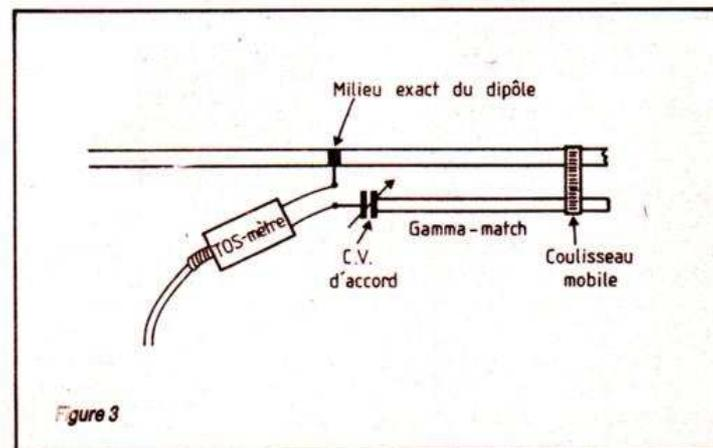

Figure 3
c) L'inverseur lo (fig. 3) détermine un courant de base faible en B et plus important en A.
un câble de 75 Ω que de 50 Ω étant donné qu'il s'adapte aux deux. C'est une question de quelques centimètres en plus ou en moins (fig. 3). Pour cette troisième manipulation, nous utiliserons un TOS-mètre, connecté en sortie, aux lieux et places du câble, et, à l'entrée, au câble choisi, lequel sera réuni à l'émetteur de faible puissance utilisé précédemment. Les points sur lesquels il est possible d'intervenir sont : la capacité d'accord du Gamma-match et sa longueur déterminée par la position d'un coulisseau mobile qui glisse simultanément sur les deux tubes à frottement assez dur pour assurer un contact suffisant. En appliquant la faible puissance de l'émetteur d'essais, le TOS-mètre en position directe va dévier franchement. Ira-t-il jusqu'en bout d'échelle ? Tout dépend de la puissance appliquée et de la fréquence de travail. En effet, plus la fréquence de travail est basse, plus il faudra de puissance pour une déviation complète de l'appareil de mesure. Mais cela n'a que peu d'importance. En position « Réfléchi », on observera une lecture différente, probablement beaucoup plus faible, ce qui est bon signe et doit être amélioré de la manière suivante :